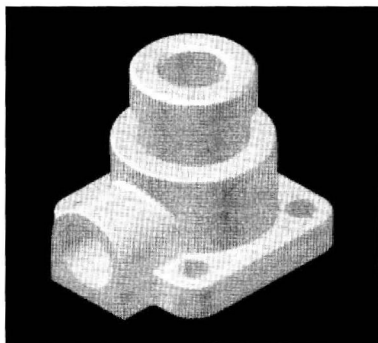

图 1-5 渲染三维图形
- **渲染三维图形:** 在 AutoCAD 中,不仅可以对图形进行简单的着色处理,还可以为三维图形指定光源和材质等,然后将其渲染为具有真实感的图像,如图 1-5 所示。